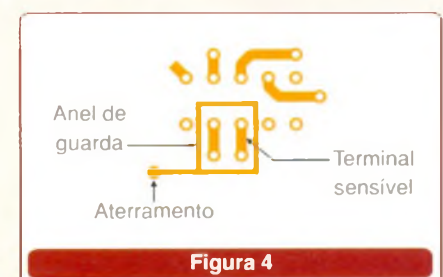

Figura 4
- Uma técnica importante para se evitar a captação e a irradiação de EMI por terminais sensíveis de componentes consiste no anel de guarda, veja a **figura 4**. Esse anel deve ser devidamente aterrado.